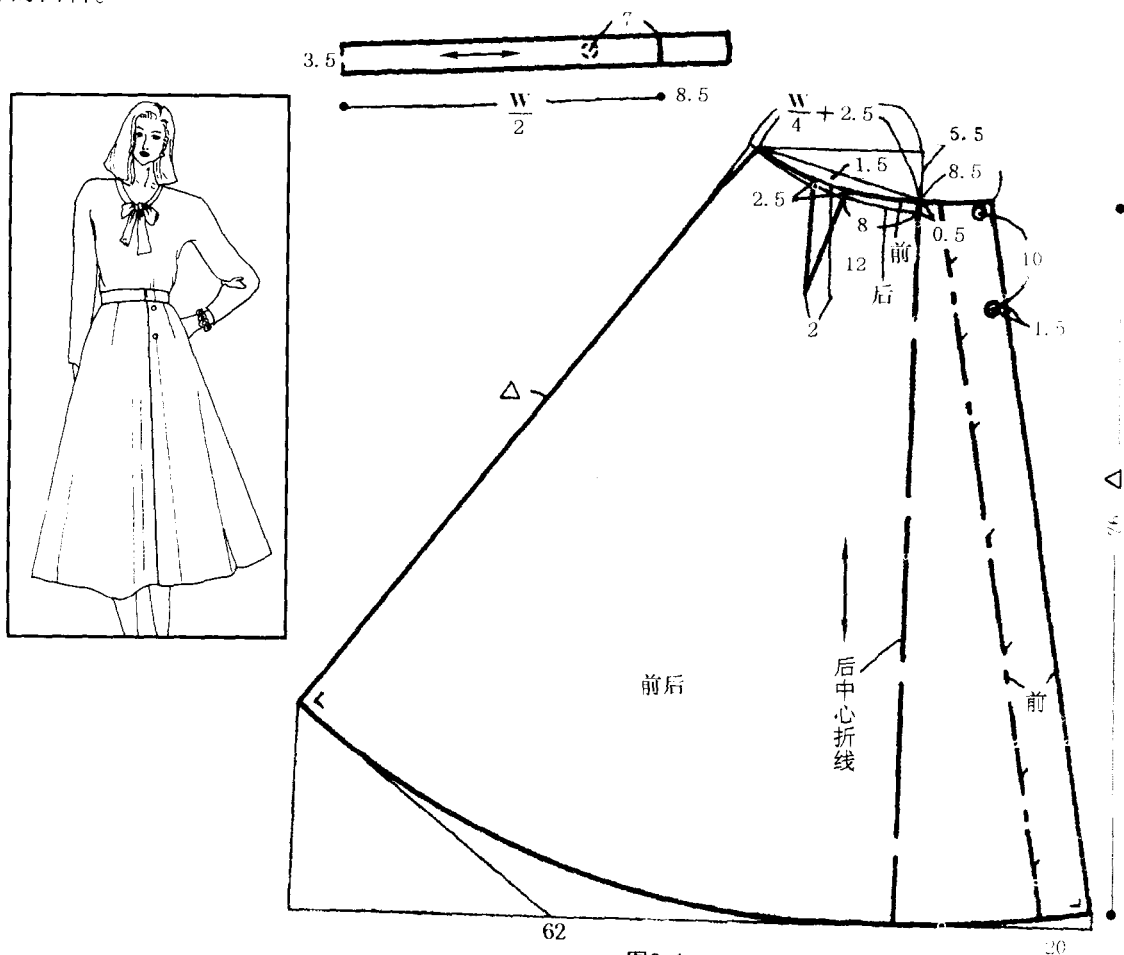
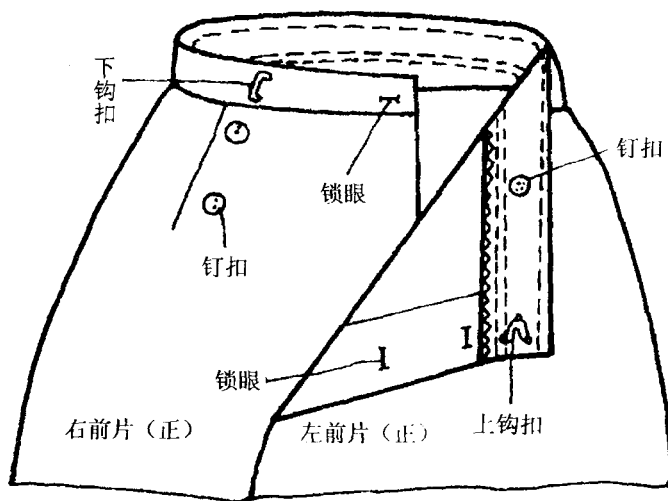

图 3-1
图3-14
1. 此裙的前后裙片及腰头制图方法见图 3-1。
14. 按照图 3-1 设计的眼扣位置, 在腰扣。最后将裙子整烫。见图 3-14。